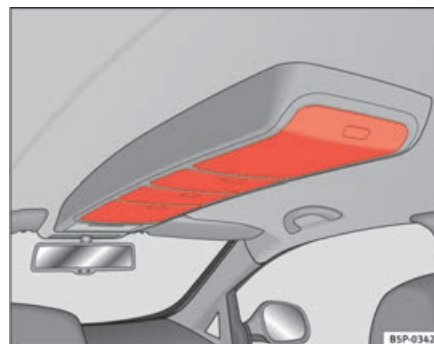

Fig. 105 Porta-objectos no tejadilho
- Premir o botão da tampa, para a abrir ⇒ fig. 105. A tampa abre-se automaticamente.